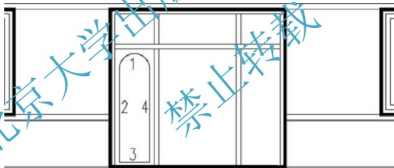

图 4.34 修剪多余的线
(3) 执行菜单栏中的【绘图】|【圆】|【相切、相切、相切】命令, 启动【相切、相切、相切】命令画圆。
① 在 CIRCLE 指定圆的圆心或 [三点(3P)/两点(2P)/相切、相切、半径(T)]: \_3p 指定圆上的第一个点: 提示下, 将光标放到如图 4.34 所示的 2 线偏上部位, 当出现切点捕
(4) 用【修剪】命令把多余的线修剪掉, 结果如图 4.34 所示。